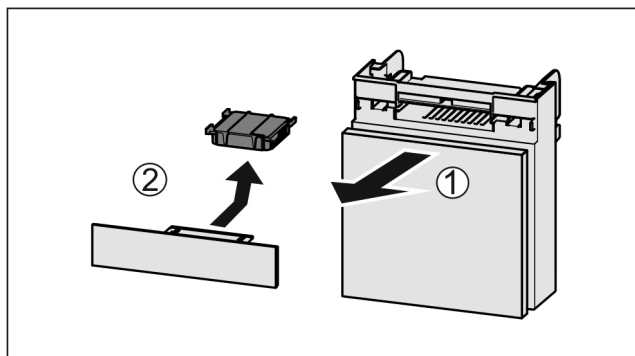

Fig. 197
- Zásuvku vytáhněte dopředu Fig. 197 (1).
- Filtr s aktivním uhlím vyjměte Fig. 197 (2).